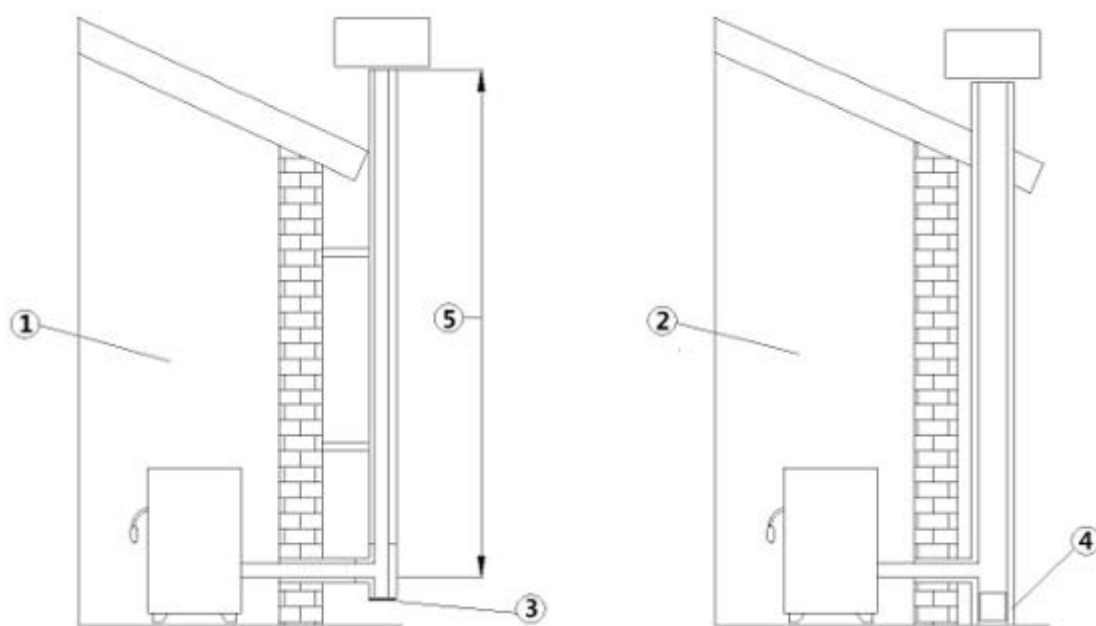

Fig. 2 - Rookkanalen
LEGENDA	Fig. 2
- Het rookkanaal moet enkelvoudig zijn (zie **Fig. 2**) met geïsoleerde inox-buizen (1) of op een bestaand rookkanaal (2).
- Beide oplossingen moeten een inspectiedop (3) en/of een inspectieluikje (4) bezitten.